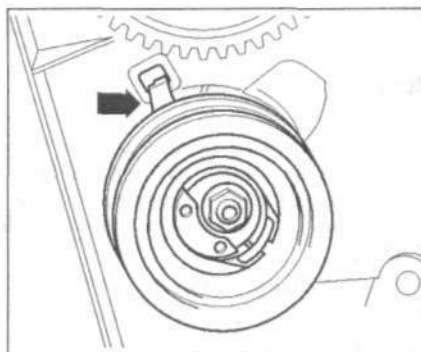

Рис. 7.18. Убедитесь, что натяжной ролик установлен правильно в заднем кожухе ремня ГРМ (стрелка).
21. Убедитесь, что натяжной ролик установлен правильно в заднем кожухе ремня ГРМ (стрелка) (рис. 7.18).